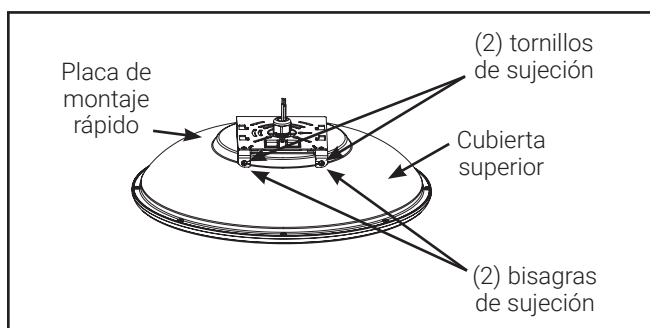

Figure 1
1. Afloje (no extraiga) los dos tornillos de sujeción (FIG. 1). Balancee ambas bisagras de sujeción hacia afuera, moviéndola a los lados derecho e izquierdo, hasta que lleguen a su tope.